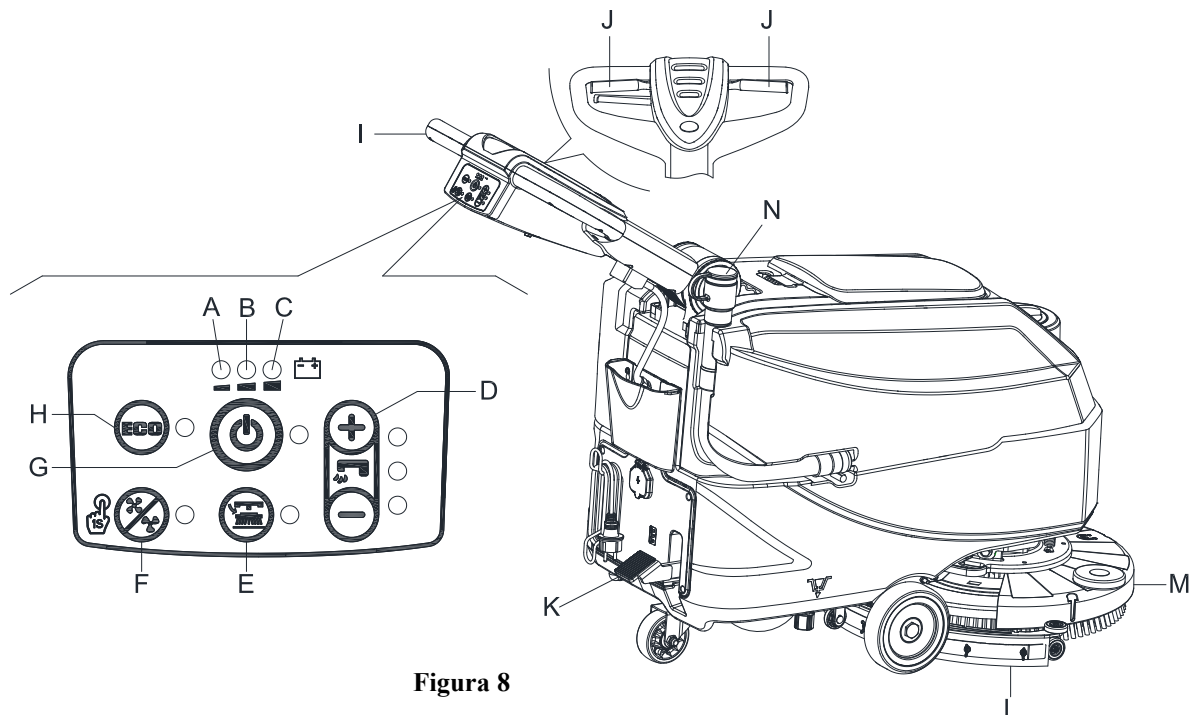
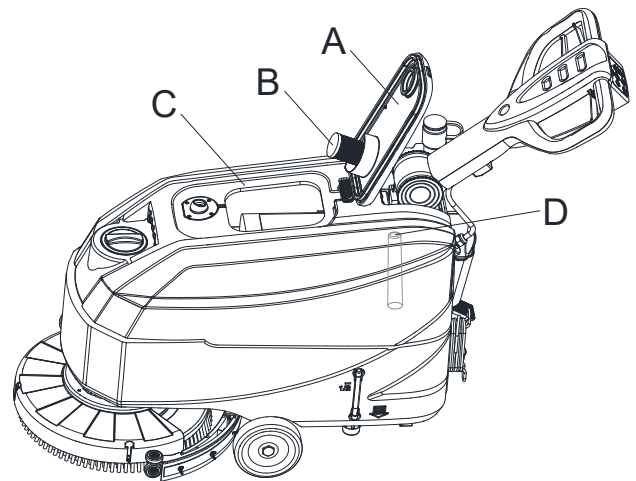

Figura 8
Figura 10
2. Empuje la máquina hacia la zona que se quiere limpiar, empujándolo con las manos el manillar (I, Figura 8).
3. Baje el cabezal del cepillo/porta-pad (M, Figura 8) y la boquilla (L) levantando el pedal (K).
4. Pulse el interruptor de arranque (G, Figura 8). Compruebe si la luz de advertencia verde (C) se ilumina (batería cargada). Si se ilumina la luz de advertencia amarilla (B) o roja (A), cierre el interruptor de encendido (G, Figura 8) y cargue las baterías (consulte el procedimiento en el capítulo Mantenimiento).
5. Pulse los interruptores de control del flujo de agua de lavado (D, Figura 8), según sea necesario, dependiendo del tipo de limpieza a realizar.
6. Empiece a limpiar empujando la máquina con las manos usando el manillar (I) y presionando la palanca del interruptor de seguridad.
Para la marcha adelante, pulse la palanca del interruptor de seguridad (J, Figura 8) derecha o izquierda, o ambas.
- Detenga la máquina usando el manillar (I).
- Pare los cepillos y el sistema de aspiración al pulsar el interruptor (G). El sistema de aspiración se detiene al cabo de algunos segundos.
- Levante el cabezal del cepillo/porta-pad (M) y la boquilla (L) levantando el pedal (K).
- Mientras mantiene ambas manos en el manillar, presione la palanca del interruptor de seguridad (J, Figura 8), después maniobre la máquina e inicie el fregado/secado del suelo.
Cuando la luz de advertencia verde (C, Figura 8) permanece encendida, las baterías permiten el funcionamiento normal de la máquina. Cuando se apaga la luz de advertencia verde (C) y se enciende la luz de advertencia amarilla (B), es aconsejable cargar las baterías porque la carga remanente durará solo unos pocos minutos (según las características de la batería y la tarea a realizar). Si la luz roja de advertencia (A) está encendida, las baterías están completamente descargadas. Después de unos segundos, el cepillo/porta-pad se apaga automáticamente.
Un sistema de cierre del flotador automático (B, Figura 10) bloquea el sistema de aspiración cuando el depósito de agua sucia (C) está lleno. La desactivación del sistema de aspiración se indica mediante un aumento repentino en la frecuencia de ruido del motor del sistema de aspiración, y también el suelo no se seca.
Si el sistema de aspiración se apaga accidentalmente (por ejemplo, cuando el flotador se activa debido a un movimiento brusco de la máquina), para reanudar la operación: apague el sistema de aspiración pulsando el interruptor (G, Figura 8), a continuación, abra la tapa (A, Figura 10) y compruebe que el flotador dentro de la rejilla (B) ha bajado al nivel del agua. Luego cierre la tapa (A) y ponga en marcha el sistema de aspiración pulsando el interruptor (G, Figura 8).
Cuando el depósito de agua sucia (C, Figura 10) está lleno, vacíelo de acuerdo con el siguiente procedimiento.
2. Levante el cabezal del cepillo/porta-pad (M, Figura 8) y la boquilla (L) pisando el pedal (K).
4. Vacíe el depósito de recuperación con el tubo (N, Figura 8). Luego, enjuague el depósito de recogida (C, Figura 10) con agua limpia.
5. Quite la tapa del depósito de recogida (A, Figura 10) y limpie el interior de la tapa y la rejilla del flotador del filtro (B) con agua limpia.
6. Controle el depósito de recogida (D, Figura 10) para ver si hay cuerpos extraños y después límpielo.